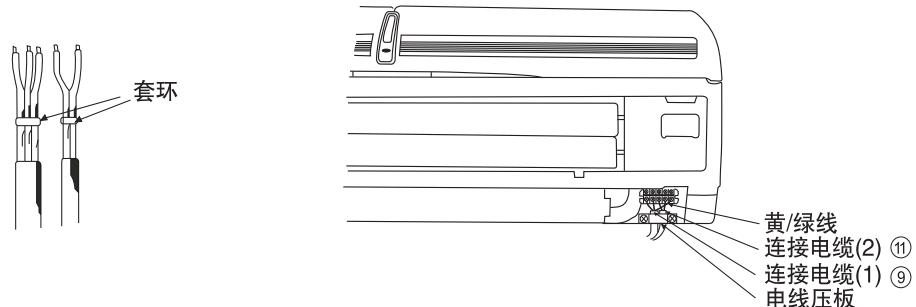
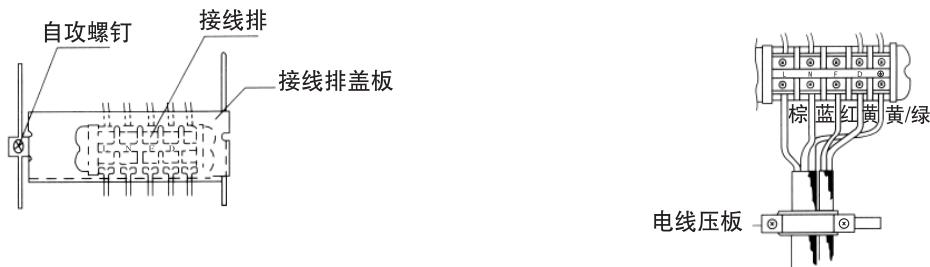

图16
图17
(2) 电线连接顺序
- 分别按不同的线色充分插入相应规定的端子孔内并牢牢固定，如图16及图17所示。（紧固力矩5kgf·cm）
- 如图17，将连接电缆用风室下沿的电线压板压紧以防止接线端子受力后脱落。